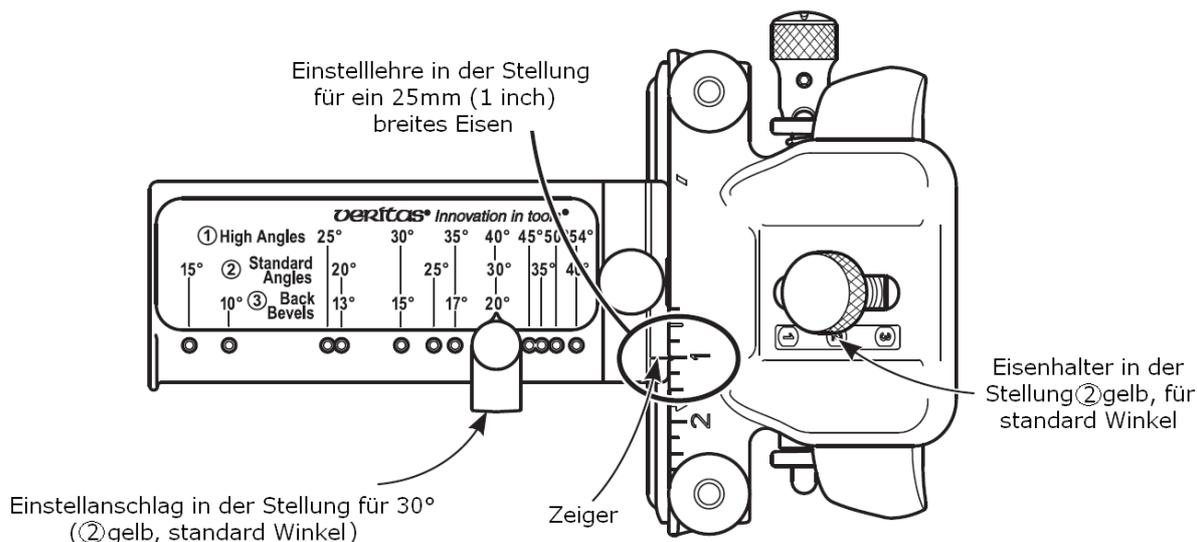

Abbildung 4: Eisenhalter mit befestigter Einstelllehre
Schieben Sie die Einstelllehre über den Schwalbenschwanz an der Vorderseite des Eisenhalters. Positionieren Sie die Einstelllehre so, dass die Markierung an der oberen Kante der Lehre auf den Strich der Skalierung auf dem Eisenhalter zeigt, der in etwa der breite Ihres Eisens entspricht (s. **Abbildung 4**). Ziehen Sie die Klemmschraube etwas an. Ziehen Sie sie nicht zu stark an. Wenn die Lehre sich noch ein wenig rauf und runter bewegen kann, ermöglicht dieses, dass Sie sich leicht vom Eisen löst wenn man sie lockert.
Stellen sie den Einstellanschlag auf den gewünschten Winkel ein, benutzen Sie dabei die Skala des von Ihnen gewählten Einstellbereiches. Der Einstellanschlag in Abbildung 4 ist für ein Eisen von 25mm (1 inch) Breite und einen Fasenwinkel von 30° eingestellt. Es wurde der Einstellbereich ② (gelb), also der für normale Winkel verwendet.